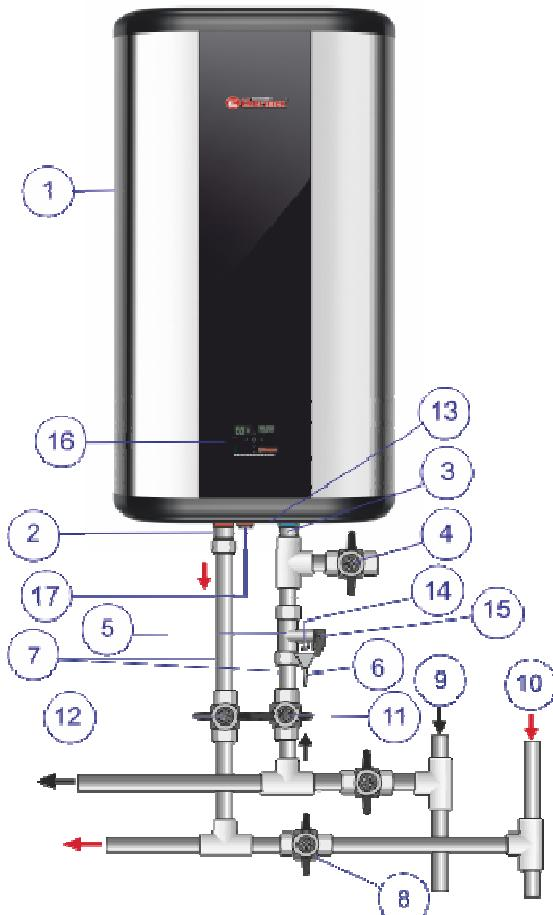

Abb. 1. Schaltschema: Anschluss an die Wasserleitung
4.1. Das Außengehäuse von EWS ist aus dem stoßfesten Kunststoff ausgeführt. Der Innenbehälter ist aus dem rostfreien titanhaltigen Stahl hergestellt, der eine hohe Korrosionsbeständigkeit und infolgedessen eine erhöhte Lebensdauer sichert. Der zwischen dem Gehäuse und dem Innenbehälter liegende Hohlräum ist mit einem modernem umweltfreundlichem Wärmedämmmittel mit verbesserten Wärmeschutz-eigenschaften, Polyurethan-Schaum gefüllt. Die Modelle IF, ID und IB haben zwei Gewindestutzen: mit dem blauen Ring zum Einlass von Kaltwasser (Abb. 1, P. 3) und mit dem roten Ring zum Auslass von Warmwasser (Abb. 1, P. 2) und sind mit einem zusätzlichen Entleerungsanschluss (mit rotem Ring und Metalldeckel) zum Abfluss und Spulen des Innenbehälters (Abb. 1, P. 17) ausgerüstet. An der Stirnseite aller EWS Modelle befindet sich die Steuerung (Abb. 1, P. 16).
4.4. Das Sicherheitsventil (Abb. 1, P. 5) dient als Rückschlagklappe zum Verhindern von Wassereindringen aus dem Boiler in die Wasserleitung beim Druckabfall in dem Letzteren oder beim durch das Wasserüberhitzen bedingten Druckanstieg im Behälter sowie als Schutzventil zum Überdruckreduzierung im Behälter beim Wasserüberhitzen. Während des Betriebes kann das Wasser aus dem Ablassrohr des Sicherheitsventils zum Überdruckabbau durchsickern und damit die Sicherheit des EWS erzielen. Dieses Ablassrohr ist stets offen zu lassen und nach unten gerichtet in einer frostsicheren Umgebung einzubauen.
Es ist erforderlich, die Wasserableitung aus dem Ablassrohr des Sicherheitsventils (Abb. 1, P. 14) in die Kanalisation zu sichern und bei der Montage des EWS ein entsprechender Abfluss vorzusehen (Abb. 1, P. 6).
Regelmäßig (min. einmal monatlich) ist die Ableitung von kleineren Wassermengen durch das Ablassrohr des Schutzventils in die Abwasserleitung zur Entfernung von Kalkablagerungen und zur Überwachung der Klappenfunktionsfähigkeit durchzuführen. Der Griff (Abb. 1, P. 15) dient zum Öffnen des Ventils. Es ist darauf zu achten, dass während des EWS-Betriebes dieser Griff sich in der den Wasserabfluss aus dem Behälter ausschließenden Position befindet.
Das Sicherheitsventil (Abb. 1, P. 5) am mit dem blauen Ring gekennzeichneten Kaltwassereingang (Abb. 1, P. 3) anbringen und um 3,5 – 4 Umdrehungen anziehen, mit beliebigem Dichtmaterial (Leinfaser, Dichtband etc.) hermetisieren.
Der Anschluss an die Wasserleitung erfolgt gemäß Abb. 1 mithilfe von Kupfer-, Metallverbund- oder Kunststoffrohren oder speziellem sanitärtechnischem Schlauch.
Abbildung 1: 1 – EWS, 2 – Warmwasserstutzen, 3 – Kaltwasserstutzen, 4 – Ablassventil, 5 – Sicherheitsventil, 6 – Ableitung zur Kanalisation, 7 – Zuleitung, 8 – Ventil beim Betrieb schließen, 9 – Kaltwasserleitung, 10 – Warmwasserleitung, 11 – Sperrventil Kaltwasser, 12 – Sperrventil Warmwasser, 13 – Schutzdeckel, 14 – Ablassrohr der Sicherheitsventils, 15 – Öffnungshahn der Sicherheitsventils, 16 – Steuerung, 17 – Auslassstutzen.
Nach dem Anschluss das Ventil der Kaltwasserzufuhr (Abb. 1, P. 11), das des Warmwasserausganges (Abb. 1, P. 12) und der Warmwasserhahn an der Mischbatterie zur Luftabführung aus dem Boiler öffnen. Nach der Vollfüllung fließt aus der Mischbatterie das Kaltwasser aus. Der Warmwasserhahn an der Mischbatterie des EWS schließen.
Anmerkung: zur Verbesserung der Betriebsbedingungen ist für die Modelle ohne Auslassstutzen (gehört nicht zum Lieferumfang) der Einbau von einem Ablassventil (Abb. 1, P. 4) gemäß Abb. 1 empfohlen.